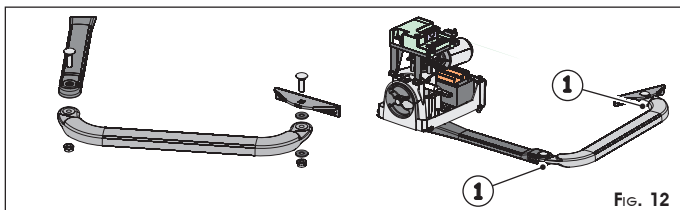

Fig. 12
⑦ Assembler le reste du bras d'après la Fig.12.
Pour un fonctionnement correct, serrer les deux vis de fixation (Fig.12 réf.①) puis les desserrer d'environ 1/2 tour pour permettre la rotation des bras sans frottements.